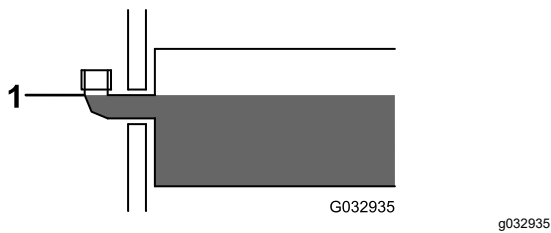

Figure 29
3. Retirez le bouchon de remplissage du réservoir hydraulique (Figure 29).
4. Versez lentement du liquide hydraulique BOSS haute performance dans le réservoir jusqu'à ce que le niveau atteigne le bas du coude de remplissage (Figure 29).